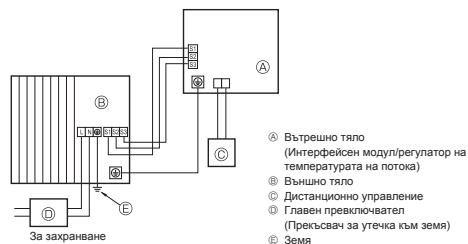
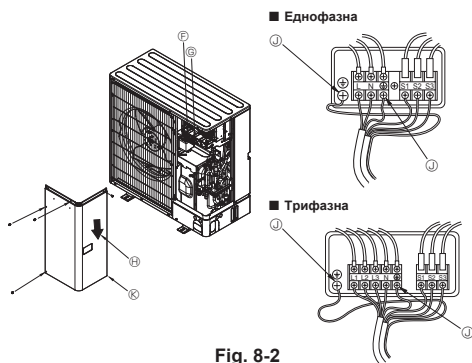

Fig. 8-1
Fig. 8-2
8.1. Външно тяло (Fig. 8-1, Fig. 8-2)
- ① Отстранете сервисния панел.
- ② Опроводете кабелите, като направите справка с Fig. 8-1 и Fig. 8-2.